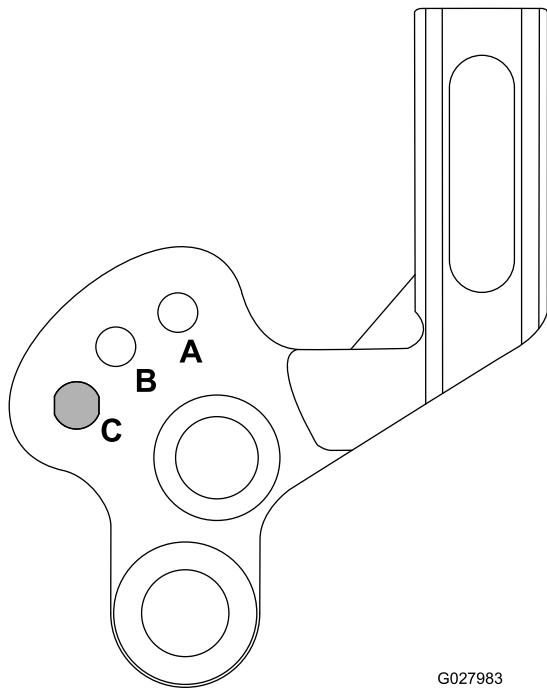

Рисунок 19
- B. Поверните рычаги вверх или вниз в положение А или В (Рисунок 19).
При скашивании без использования щетки или при транспортировке машины поднимите уборочный барабан в транспортное положение, как показано на Рисунок 19.